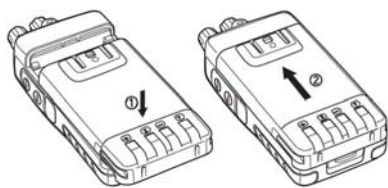

Рисунок 1
- (1) Совместите блок аккумуляторов с задней панелью трансивера, затем прижмите его к трансиверу до тех пор, пока защелка на задней панели трансивера не зафиксирует блок аккумуляторов на своем месте (Рисунок 1).